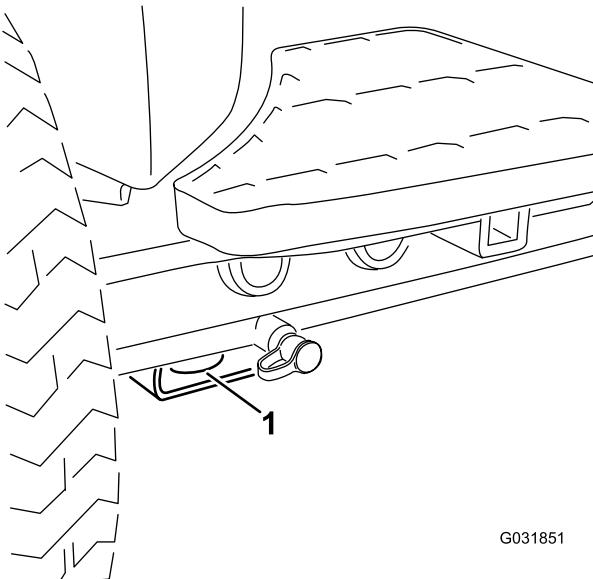

Figure 60
- Avant de la machine** – trou du patin rectangulaire, sous le tube d'essieu, à l'intérieur de chaque roue avant (Figure 60).